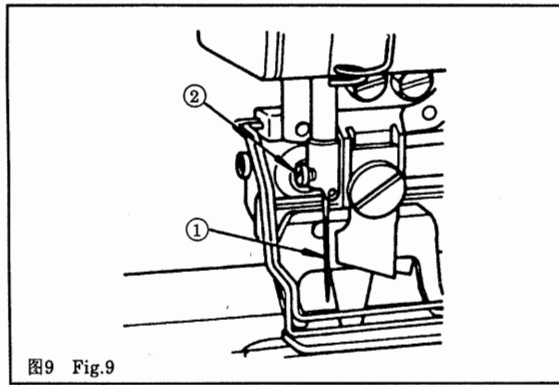

图9 Fig.9
7. 机针的安装方法 图9
7. HOW TO INSTALL THE NEEDLE Fig.9